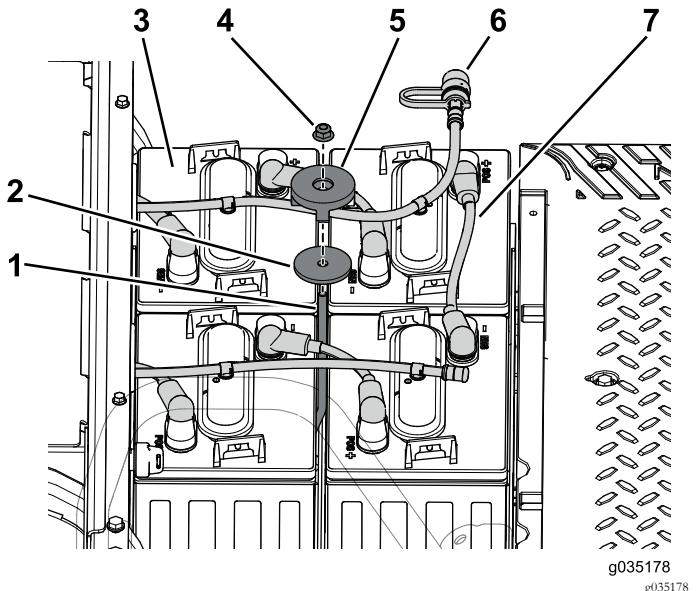

Figura 57
- Desconecte la manguera de agua de las baterías de la bandeja de baterías delantera (Figura 57).
- Retire la tuerca con arandela prensada, la pieza de sujeción de la batería y la arandela que sujetan las baterías a la bandeja de baterías delantera (Figura 57).